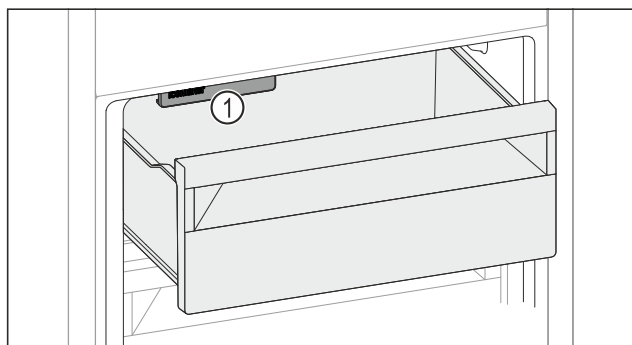

Fig. 61
- ▶ Tenere in considerazione l'IceMaker Fig. 61 (1).